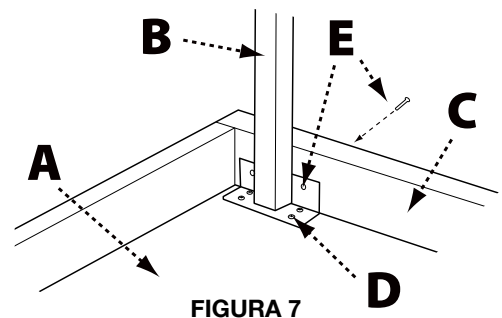

FIGURA 7
1. Conecte las dos mitades del tope guía (A y B) insertando el extremo más pequeño en el extremo más grande. Vea la Figura 7.
2. Sujete el tope guía al riel frontal usando cinco tornillos de cabeza hexagonal de 1/4-20 x 1/2 pulgada y resorte de seguridad de 1/4 de pulgada por los orificios (C) en el lado inferior del riel frontal.
3. Alinee los dos orificios en la abrazadera de la caja de control de energía con los orificios inferiores del riel frontal (D) ubicados en el lado izquierdo de la sierra. Asegure la caja de control de energía al riel frontal usando dos tornillos de cabeza redonda de 1/4-20 x 1/2 pulgada.